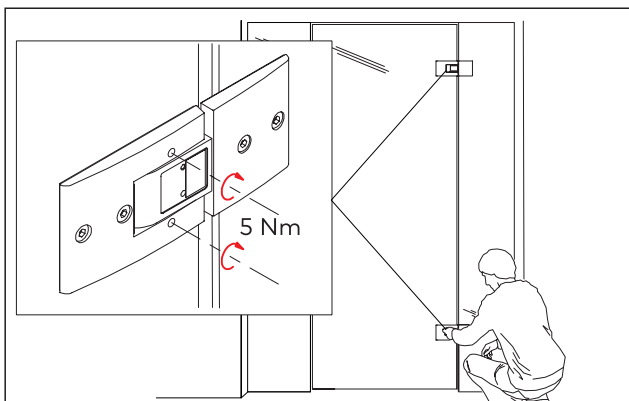

Fig. 35 Lage der Schrauben
3. Alle Schrauben (2 x oberes Band und 2 x unteres Band) anziehen. Das Anzugsmoment **5 Nm** beachten (Abb. 35)!